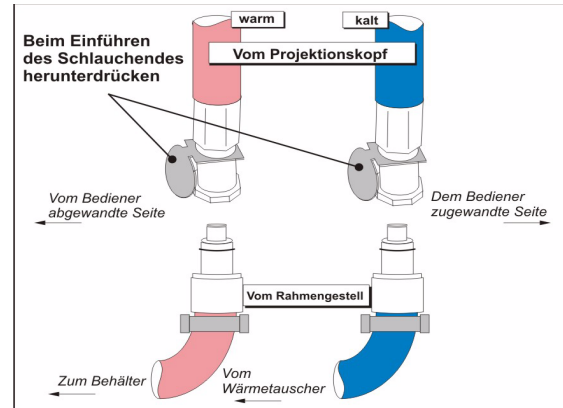

Abbildung 3-15 Anschluss der Schläuche
- Um einen solchen Kreislauf der Kühlflüssigkeit zu erreichen, schließen Sie die Schläuche **OUT/warm** und **IN/cool** wie unten beschrieben an. **HINWEIS:** Die Schlauchverbindungen sind eventuell nicht beschriftet. Stellen Sie sicher, dass die Klappe des jeweiligen Schlauchanschlusses heruntergedrückt ist, bevor Sie das Schlauchende einführen. Lassen Sie sie anschließend los, um den Schlauchverschluss abzudichten (**Abbildung 3-15**). So wird verhindert, dass durch übermäßiges Hineindrücken des Dichtungsendes in einen geschlossenen Anschluss Schaden entsteht. Achten Sie auf den Klicklaut.